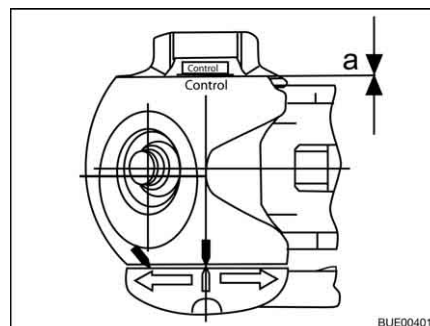

Bild 183 Verschleißkontrolle
- Abstand $a = 0$ (Bild 183): Reibbeläge kontrollieren und ggf. austauschen.